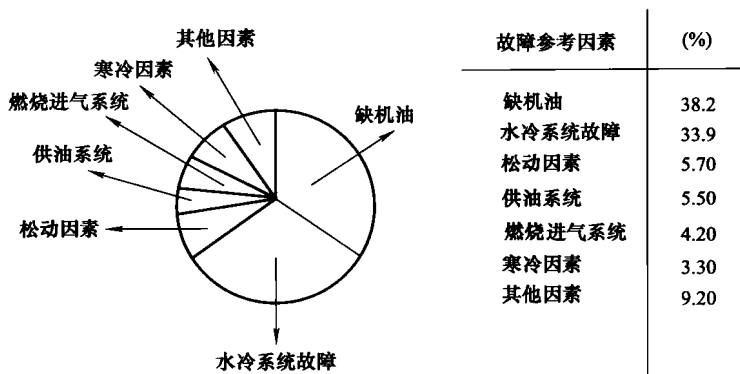

图 1-15 柴油机故障分类
(7) FL513 系列风冷柴油机的结构特点
① 标准化、系列化、通用化程度高。所有机型零部件的通用性很高,按种类达 67% 以上,按件数达 85% 左右。不论是 6 缸机、8 缸机还是 12 缸机,除了曲轴箱、曲轴、凸轮轴、油底壳、喷油泵和进排气管外,其他零部件都是通用的或者是基本通用的。
② 结构简单,维修方便。一缸一盖结构,便于处理拉缸、更换活塞、缸套和活塞环、调整气门间隙等维修服务。
③ 使用寿命长,可靠性好,故障率低。由于采用风冷系统,大大减少了冷却系统的故障率,与水冷柴油机相比,故障率降低 34% 左右(如图 1-15 所示)。使用寿命可达 10000h 以上。铁路或工程机械使用时,该系列柴油机属于降低功率使用,实际使用功率低于额定功率 10% 以上,进一步提高了该系列柴油机的使用寿命,并且大大降低了柴油机出现故障和损坏的可能性。
④ 噪声小、排气污染低。该系列柴油机由于采用了许多先进的燃烧理论和降低噪声的技术,因此,在其噪声水平低于相同功率的水冷柴油机的同时,也显著地降低了柴油机的排放指标。该系列柴油机的低污染(FL513W)机型,具有很高的排放指标,特别适用于矿山井下和坑道内设备使用,深受使用单位的欢迎。
⑤ 经济性能好。该系列柴油机,额定工况下的燃油消耗率:225g/(kW·h),最低燃油消耗率为:216g/(kW·h),机油耗量低于燃油耗量的 1%。另一方面,由于其可靠的工作寿命和故障率低等特点,大大降低了柴油机在实际使用过程中的使用成本,从而进一步地提高了柴油机整体经济性能。
⑥ 动力性能好,适应性强。